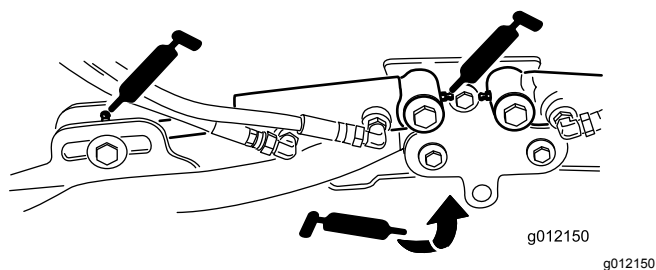

Figura 65
- Cilindros do braço de elevação da unidade de corte (2 cada) (Figura 65)
- Articulações do braço de elevação (1 cada) (Figura 65)